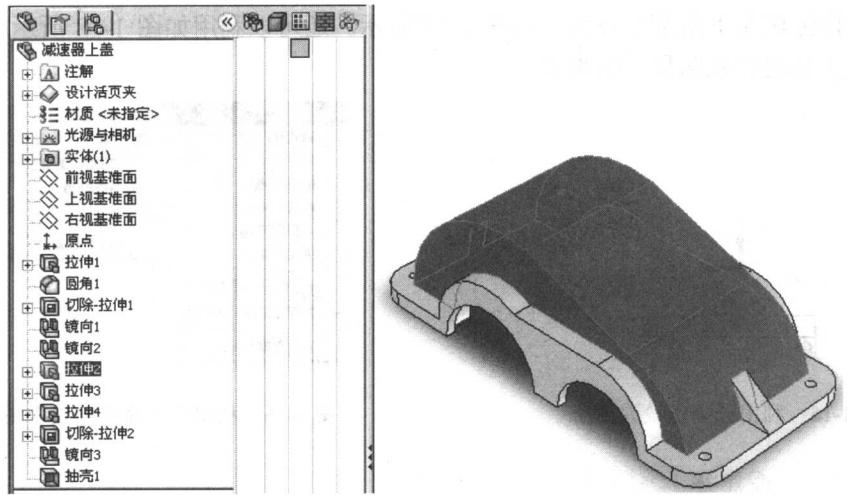

图 1-11 特征管理器的操作
(1) 特征管理器。对所有的操作都以设计树的形式进行纪录，可以方便准确地选择某一步操作以达到对零件的察看或再编辑目的。如图 1-11 所示，在设计树中选择“拉伸 2”，在图形区域便可显示此操作对应生成的特征。